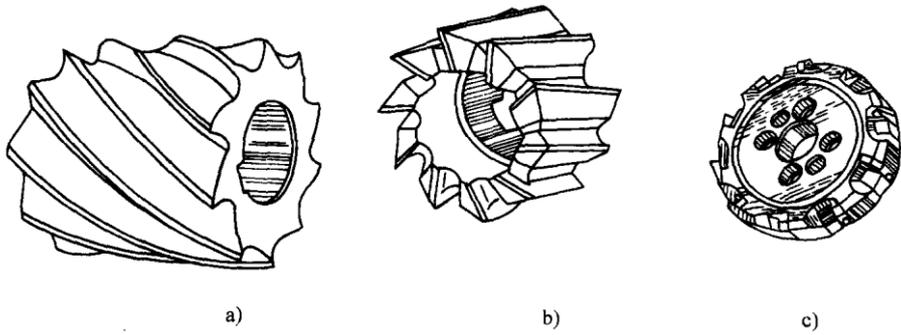

图 a-23 铣平面用铣刀
1) 铣削平面用铣刀 主要有圆柱铣刀和面铣刀,见图 a-23。